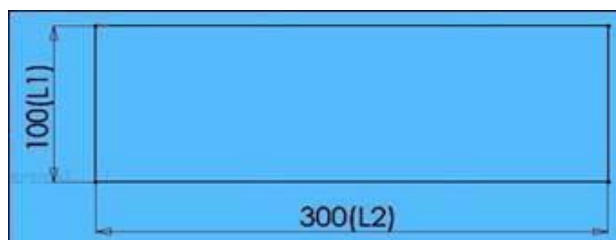

Рисунок 7.1 – Прямокутник
3. У дереві конструювання виберіть площину «Зліва»; для зручності виберіть настройку виду «Спереду» і намалуйте прямокутник у відповідності з даними вашого варіанта (див. табл. 7.1). Додайте взаємозв'язок для вертикальних ліній «Вертикаль» (рис. 7.1).